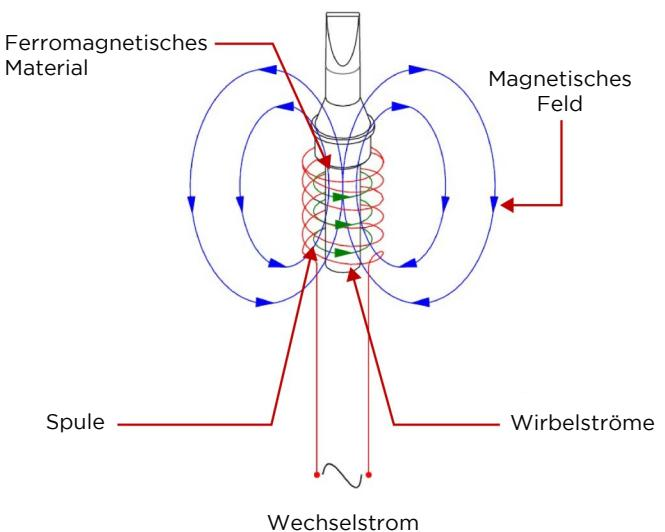

Abbildung 3: Entstehung des Wirbelstroms
Wirbelstromverluste treten auf, wenn ein wechselndes Magnetfeld an ein ferromagnetisches Material angelegt wird. Da das ferromagnetische Material auch elektrisch leitfähig ist, induziert das angelegte Magnetfeld einen elektrischen Strom im Material. Diese zirkulierenden Ströme fließen in Strudeln oder Wirbeln auf der Oberfläche des Materials, daher der Name Wirbelströme (Abbildung 3). Diese Wirbelströme wiederum erzeugen einen Verlust, genannt Wirbelstromverlust - gleich (I^2R), wobei (I) der Wert des Stroms ist und (R) der Widerstand des Materials. Die durch Wirbelstromverluste erzeugte Wärme, ist proportional zum Widerstand des ferromagnetischen Materials und dem Strom der dem System zugeführt wird.